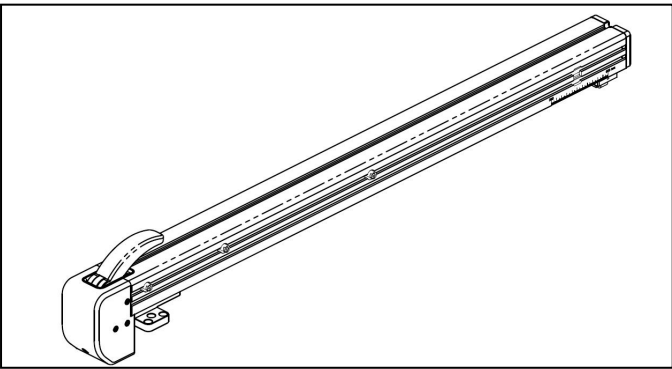

图 9-2
- (1) 准备一个新的轴承 6003-2Z（GB/T 276）。
- (2) 按章节 7.1（1）操作，拆下靠山本体组件，如图 9-2。